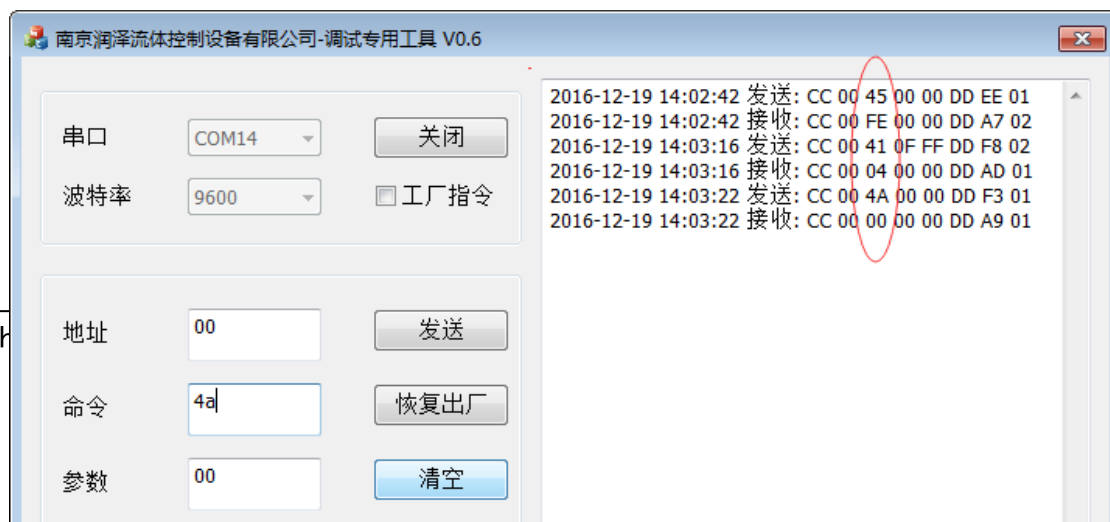

图 19
调试结果如图 19：
说明：响应命令中状态参数 B2=0xFE 是正常的，它表示的是电机当前正在根据指令运行，运行还没结束，如果此时再发送其他命令（查询类命令除外），则响应命令中状态参数是 04，表示电机忙，再发送轮询命令 0x4a，此时响应命令中的状态参数是 00. 表示电机状态正常（如图 19）应例①中的说明，用 RS485 总线控制多台设备时，0x4a 是轮询命令，每发一条控制指令（即 B2=0x41 或 0x42、0x45）后都要再次发送轮询命令查询当前状态。
③下发命令：电机逆时针转动